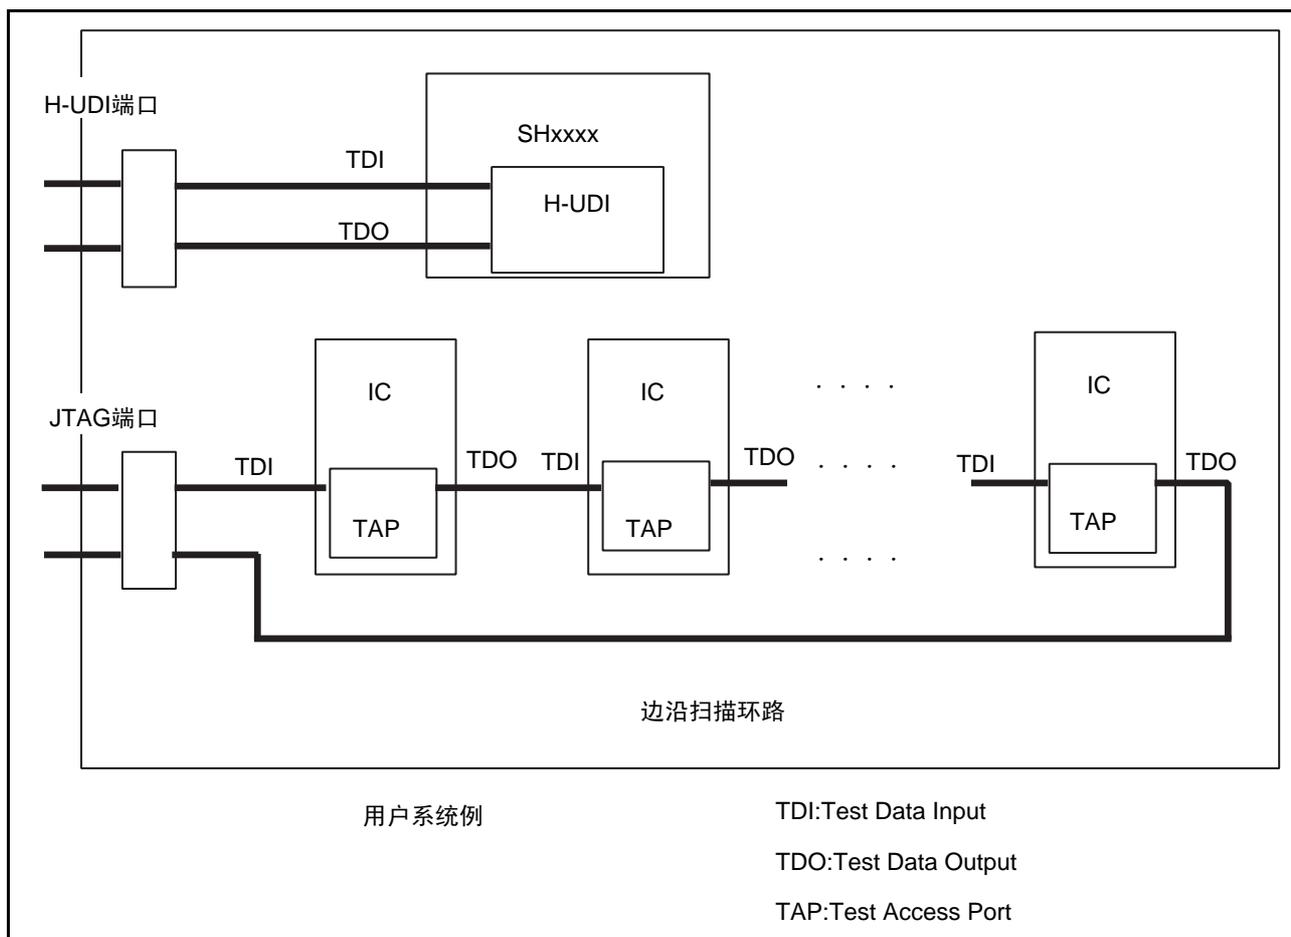

图 3.11 设计用户系统时的注意事项
5. 在设计用户系统时，不能将器件的 TDI 信号和 TDO 信号连接到边界扫描的环路上。另外，必须用开关等断开器件（参照图 3.11）。